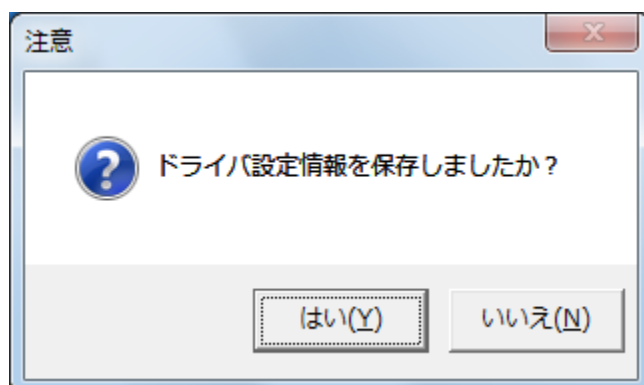

図 4.1 アンインストール ドライバ設定情報保存確認画面
アンインストール起動直後に図 4.1 が表示されます。既にドライバ設定情報を保存している場合は、「はい (Y)」をクリックしてください。ドライバ情報を保存していない場合は、「いいえ (N)」をクリックして、アンインストール作業を中止させてください。